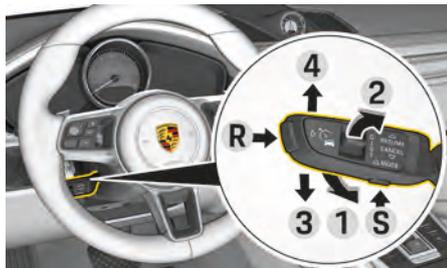

図. 101 コントロールレバー
- 2.** ステアリングホイールのレバーを前方 **1**(図. 101) に押してください。
- ▶ ステアリングホイールのレバーを前方 **1**(図. 101) に押してください。短く押す = 1 km/h 単位、長く押す = 10 km/h 単位。
- ▶ ステアリングホイールのレバーを 1 回前方 **1**(図. 101) に押してください。プリセットされた最高速度 (30 km/h) がインストルメントクラスターに表示されます。
- ▶ ステアリングホイールのレバーを、ステアリングホイール **2**(図. 101) に向かって引いてください。短く引く = 1 km/h 単位、引き続ける = 10 km/h 単位。
- ▶ ステアリングホイールのレバーを下方 **3**(図. 101) に押してください。
- ▶ ステアリングホイールのレバーを上方 **4**(図. 101) に押してください。